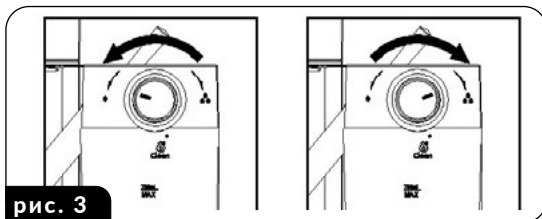

рис. 3
**ВНИМАНИЕ!** Перед приготовлением кофе САПУССИНО отрегулируйте количество взбитого молока в соответствии с вашими предпочтениями, повернув ручку дозатора (23) влево для большего количества пены или вправо для меньшего количества пены (рис. 3). В процессе пенообразования можно также регулировать интенсивность пены.
**ВНИМАНИЕ!** Перед приготовлением кофе LATTE отрегулируйте количество взбитого молока в соответствии со своими предпочтениями, повернув ручку дозатора (23) влево для получения большего количества пены или вправо для уменьшения количества пены (рис. 3). В процессе пенообразования можно также регулировать интенсивность пены.
1. Установите выбранный фильтр (13) в колбу (10), наполните ее кофе и установите колбу в кофемашину.
2. Убедитесь, что в резервуаре для воды (15) находится необходимое количество воды, а в резервуаре для молока (19) - необходимое количество молока.